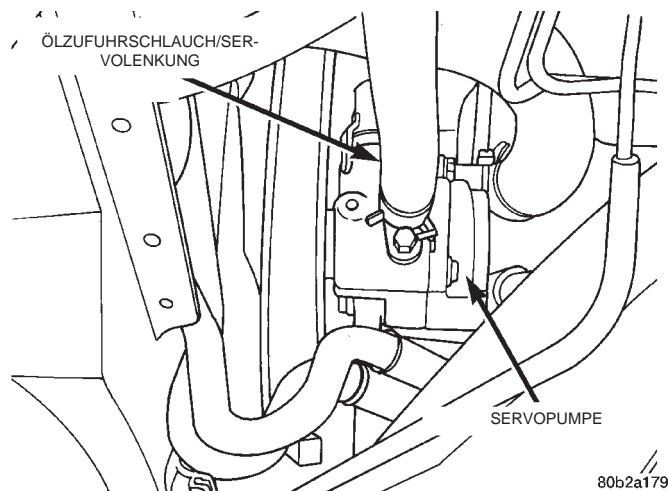

Abb. 9 Ölzufuhrschlauch an der Servopumpe
- (3) Fahrzeug anheben.
- (4) Ölzufuhrschlauch vom Anschlussstutzen an der Servopumpe abziehen (Abb. 9).
(8) Ölzufuhrschlauch an der Servopumpe anschließen (Abb. 9). **Sicherstellen, dass die Schlauchklemme hinter der Wulst des Anschlussstutzens sitzt.**
(9) Fahrzeug absenken.
(10) Massekabel der Batterie auf den Masseanschlussbolzen am Federbeindom montieren.